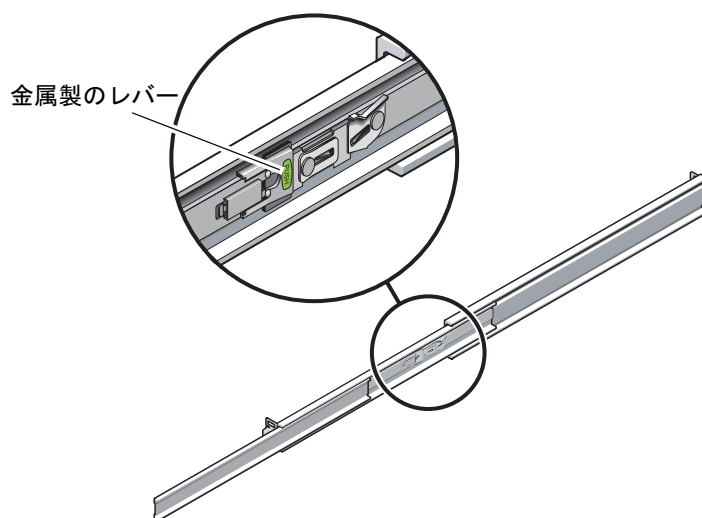

図 3-25 スライドレールの中央セクションのロックの解除
- d. スライドレールの中央セクションにある、Push というラベルが付いた金属製のレバー (図 3-25) を押してから、中央セクションをラックに向かって押し込みます。